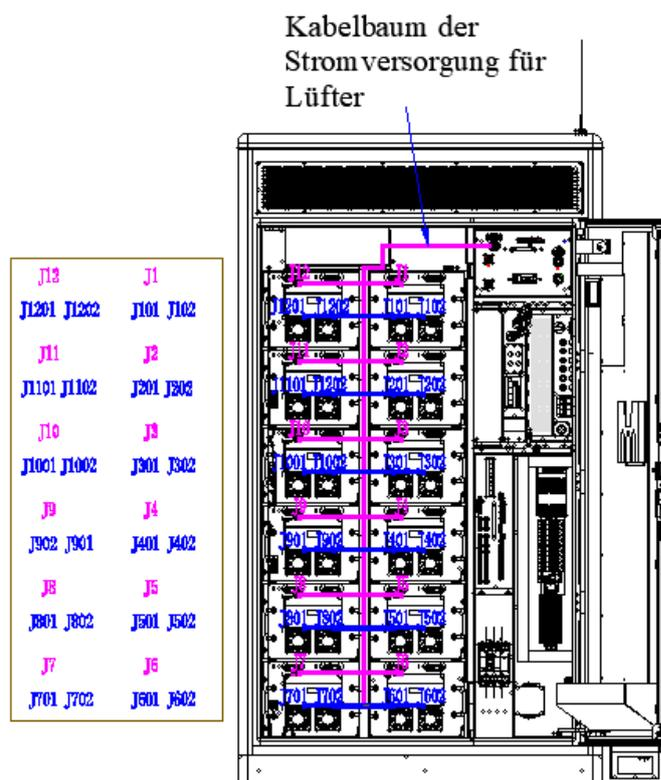

Abb. 4-18. Anschlüsse des Kabelbaums für Lüfter.
8. Die Anschlüsse der Lüfter mit der HV-Box werden in diesem Abschnitt erklärt. Dabei wird der Kabelbaum (Nr. 33500463) verwendet, der im Schrank der Speicheranlage bei der Produktion schon vorinstalliert. In der Abb. 4-18
werden der Kabelbaum und seine Position in dem Schrank der Speicheranlage schematische dargestellt. Im Kabelbaum werden die Kabel nach den Funktionen mit unterschiedlichen Nummern markiert, bzw. die Funktionen der Kabel mit den Nummern von J1 bis J12 sind identisch, diese Kabel werden mit der violetten Farbe in der Abb. 4-18 bezeichnet; im Vergleich dazu sind die Funktionen der Kabel mit den Nummern von J101 bis J1201 und von J102 bis J1202 identisch, diese Kabel werden mit der blauen Farbe in der Abb. 4-18 dargestellt. Links in der Abb. 4-18 werden die Nummer der Kabel nach der Reihenfolg im Kabelbaum vergrößert und deutlich dargestellt.
9. **Die Anschlüsse sollten nach der Abb. 4-18 durchgeführt werden. Die Kabel mit der blauen Farbe** sollten mit den Lüftern der Batterien angeschlossen werden. Diese Kabel dienen zur Stromversorgung für die Lüfter. Bei diesen Kabeln stehen keinen Schalter. Im Vergleich damit soll die Kabel mit der violetten Farbe mit den BMS-Platinen angeschlossen werden. Diese Kabel besitzen die Schalter und dienen zur Steuerung der Lüfter von Starten oder Stoppen.